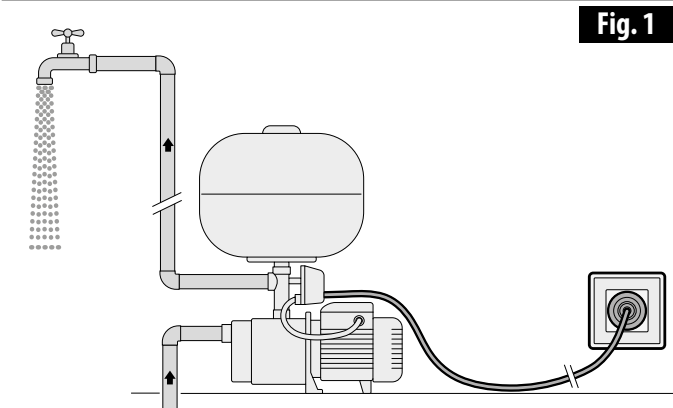

Fig. 1
- Far funzionare l'elettropompa con il punto di erogazione aperto (Fig.1).
- Run the pump with the supply point open (Fig.1).